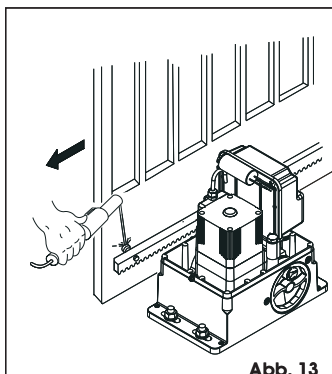

Abb. 13
- Das erste Stück der Zahnstange waagrecht auf dem Ritzel ablegen und den Gewindesperrzahn auf dem Tor anschweißen, wie in Abb. 13 angegeben.